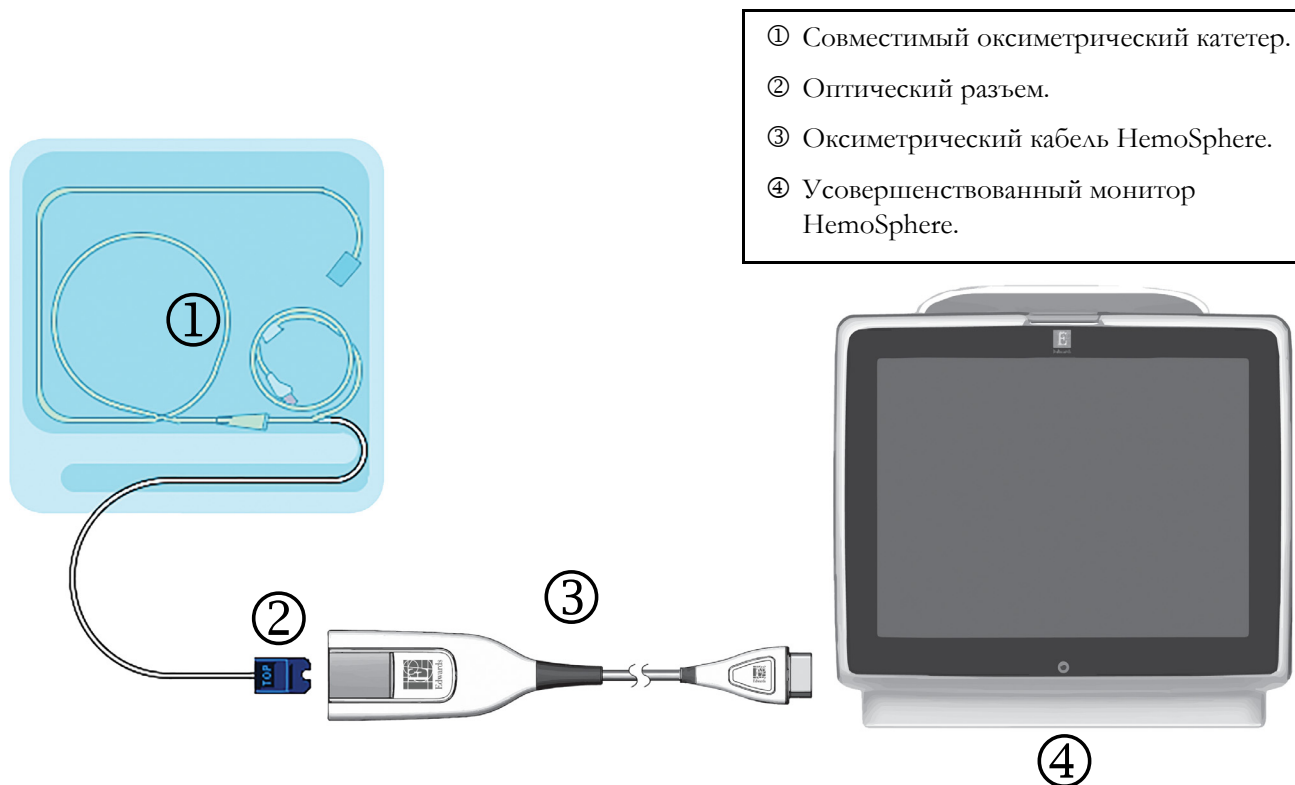

Рис. 4-3 Обзор соединений для оксиметрии
- 1 Подключите оксиметрический кабель HemoSphere к левой стороне усовершенствованного монитора HemoSphere. См. рис. 4-3.